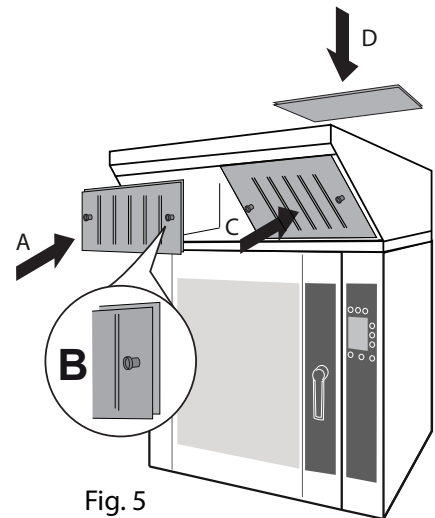

Fig. 5
1. Den hinteren Filter der Haube mit Hilfe Griffe wieder anbringen (Fig. 5/A) (Fig. 5/B)
2. Die zwei Frontfilter mit Hilfe der Griffe wieder anbringen (Fig. 5/C) (Fig. 5/B)
1. Frontfilter anheben und aus der Halterung nehmen (Fig. 5/C)
2. Hinteren Filter anheben und aus der Halterung nehmen (Fig. 5/A)
3. Befestigung drehen und den oberen Filter entnehmen (Fig. 5/D).